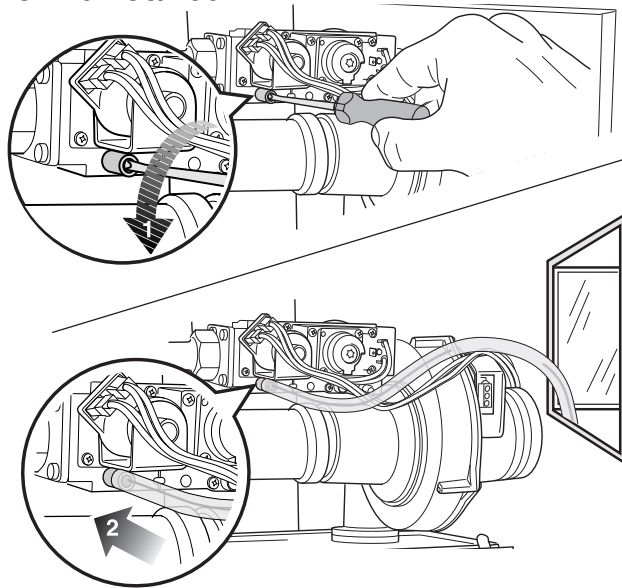

Рис. 75 Удаление воздуха из газопровода
- Отвернуть на 2 оборота запорный винт на ниппеле (рис. 75) для измерения давления подключения газа и удаления воздуха и надеть на ниппель шланг.